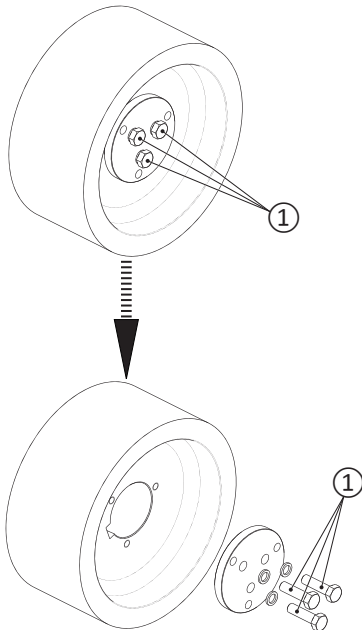
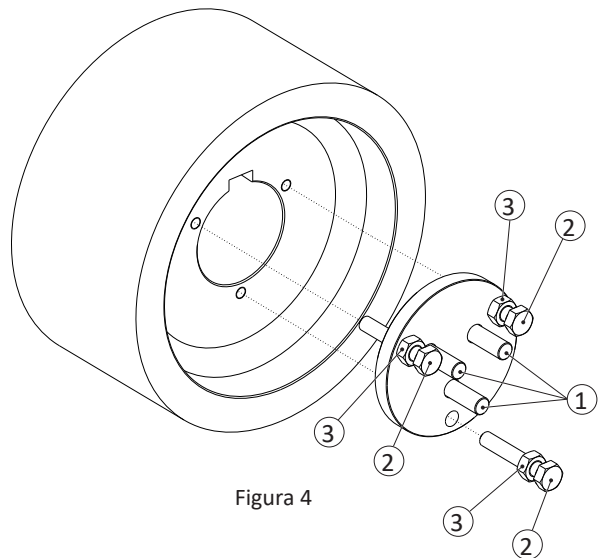

Figura 3
Figura 4
- Svitare le viti di fissaggio ① “Figura 3” e posizzarle come rappresentato in “Figura 4”.
- Avvitare i dadi ③ nelle viti ② e posizzarli come rappresentato in “Figura 4”.
- Avvitare per 15/20 mm le viti ② nei fori filettati presenti sulla puleggia.
- Procedere all’ estrazione della puleggia serrando con sequenza circolare i dadi ③, mantenendo le viti ② fisse sulla puleggia.
- ① VITI M14x50
- ② VITI M12x60 (non presenti nella fornitura)
- ③ DADI M12 (non presenti nella fornitura)